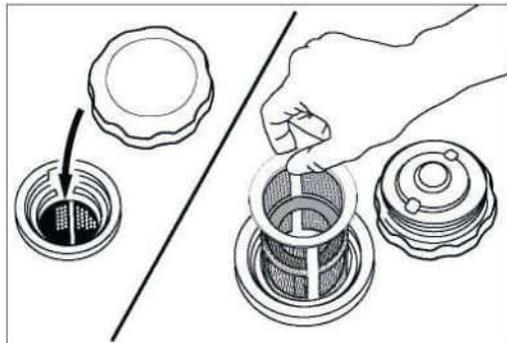

Рисунок 16.
1. Снимите пластмассовый фильтр, расположенный под крышкой горловины топливного бака (рис. 16).